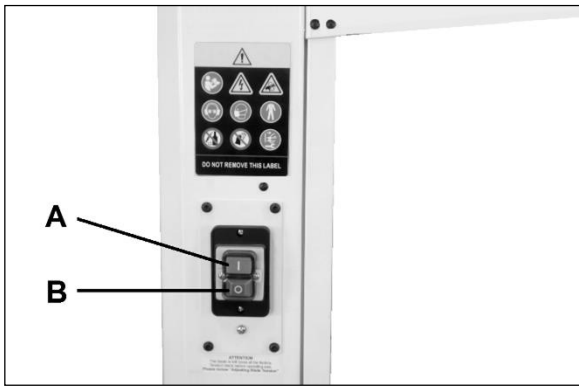

Fig 18
Vous pouvez démarrer la machine avec le bouton ON vert (A, Fig 18). Le bouton OFF rouge (B) sur le commutateur principal arrête la machine.